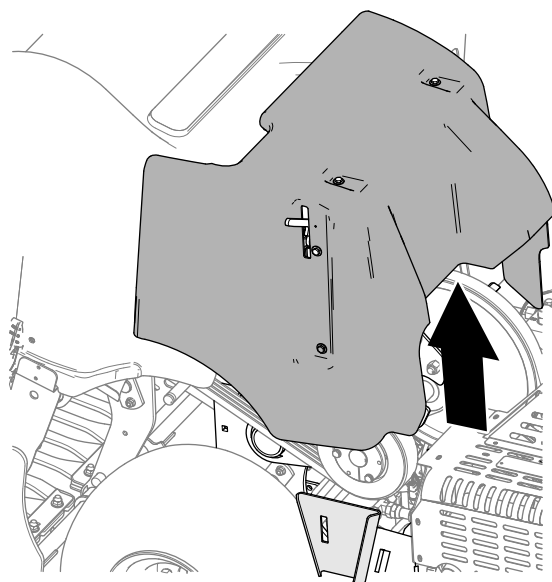

Figura 132
3. Sollevate il copricinghia dalla macchina (Figura 132).